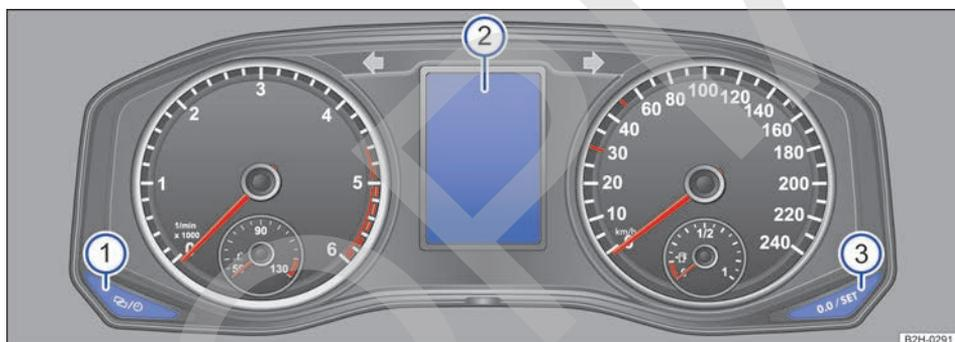

Fig. 152 Teclas del cuadro de instrumentos, en el tablero de instrumentos.
- Pulse la tecla  → fig. 152 ① del cuadro de instrumentos tantas veces como sean necesarias hasta que en la pantalla ② aparezca **RDK presión neum. calibración**.
- Mantenga pulsada la tecla  ③ durante más de 3 segundos hasta que suene una señal acústica.